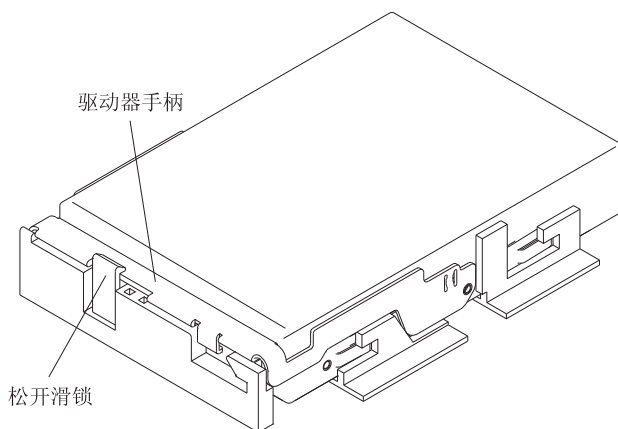

图 77. 将驱动器锁定到位
- c. 竖直放下驱动器；然后向下旋转驱动器手柄，直至驱动器在驱动器释放杆下方咬合到位。请参阅图 77。